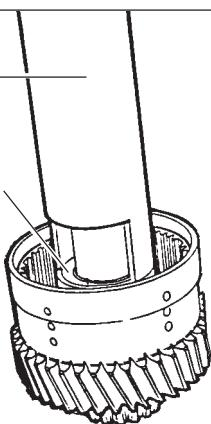

Fig. 21
- 7) Con l'attrezzo (1575152002802) tenere premuto il piattello (87) e con il cacciavite estrarre l'anello elastico (84). Sfilare quindi il piattello (87) e la molla (73) (Fig. 21).
- 7) With the tool (1575152002802) hold down the washer (87) and with a screw-driver, extract the snap ring (84). Then slide out thrust washer (87) and spring (73 Fig. 21).